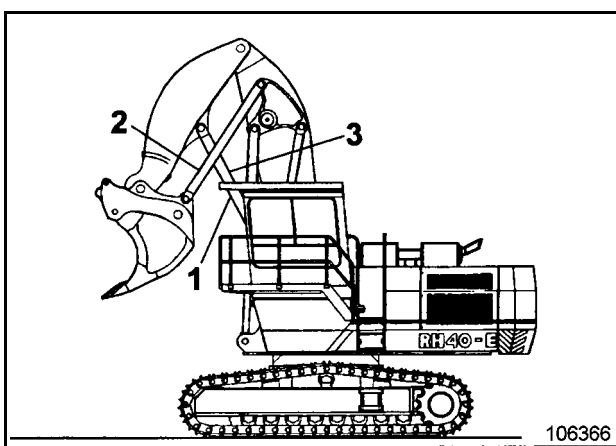
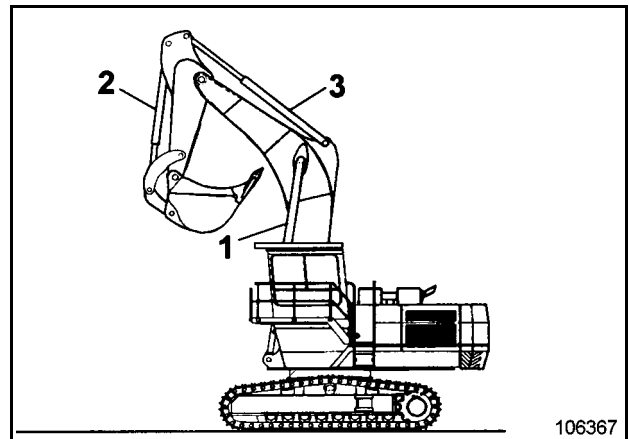

Fig. 2-40:
Fig. 2-41:
- Soulever l'équipement de travail (Fig. 2-40: et Fig. 2-41:)